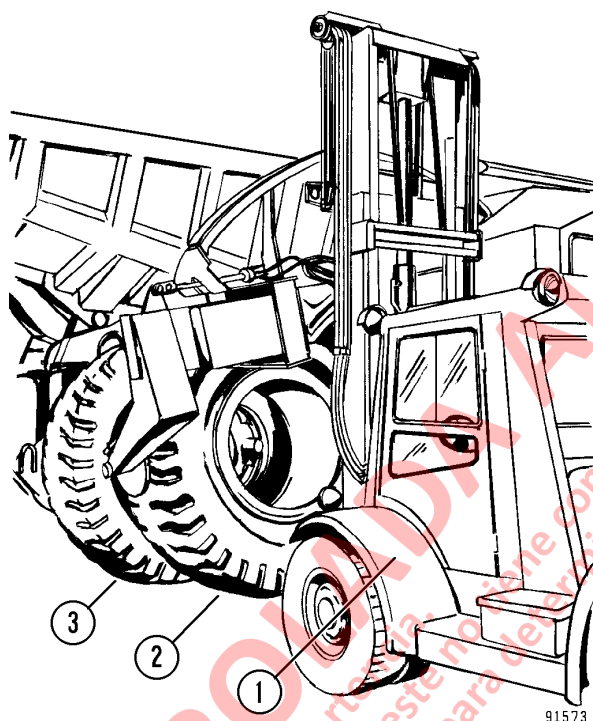

FIGURA 2-6. DESMONTAJE DEL NEUMÁTICO TRASERO
4. Tome la rueda y el neumático exterior con el manipulador de neumáticos como se muestra en la Figura 2-6. Desmonte las tuercas de la brida (10, Figura 2-7) del aro adaptador (9) que fijan el aro externo al cubo del motor de la rueda.
6. Si es necesario sacar la rueda interior, desconecte la extensión de inflado (7) del neumático interno y sáquela.
7. Posicione un manipulador de neumáticos para sujetar la rueda interior. Retire la tuerca con brida (6).